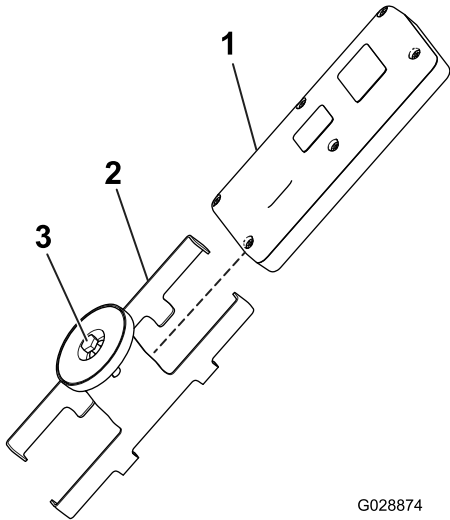

Figura 19
5. Monte el control remoto de mano en el soporte magnético remoto, una las dos mitades del soporte y apriete el perno del imán (Figura 19).